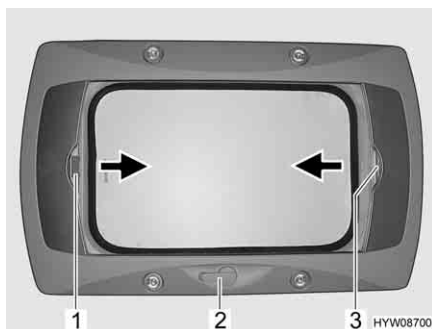

Fig. 47 Oblò a manovella
**Apertura:** ■ Ruotare la manovella (Fig. 47,2) fino a quando non si incontra resistenza.
**Chiusura:** ■ Tirare la tendina oscurante pieghevole per la maniglia (Fig. 47,3) nella direzione della freccia fino alla posizione desiderata e rilasciare. La tendina oscurante pieghevole rimane in questa posizione.
**Chiusura:** ■ Tirare la zanzariera a rullo per la maniglia (Fig. 47,1) nella direzione della freccia verso la maniglia contrapposta della tendina oscurante pieghevole (Fig. 47,3) e farla innestare.
**Apertura:** ■ Tirare la maniglia della zanzariera a rullo (Fig. 47,1) dietro, verso l'alto, e sganciare la zanzariera a rullo dalla tendina oscurante pieghevole (Fig. 47,3).